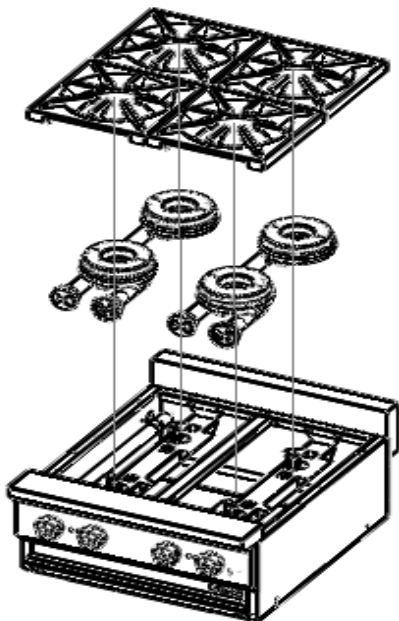

Fig. 1
1. Retire las parrillas del equipo y los quemadores (Fig.1).